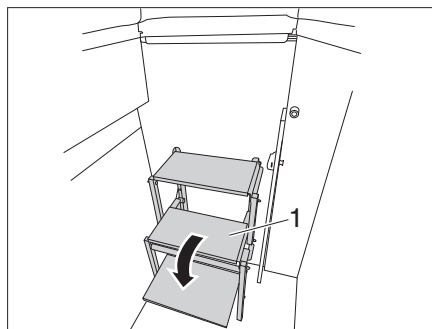

Bild 64 Trittleiter ausklappen
- Trittleiter (Bild 64,1) ausklappen.
- Trittleiter (Bild 64,1) einklappen.